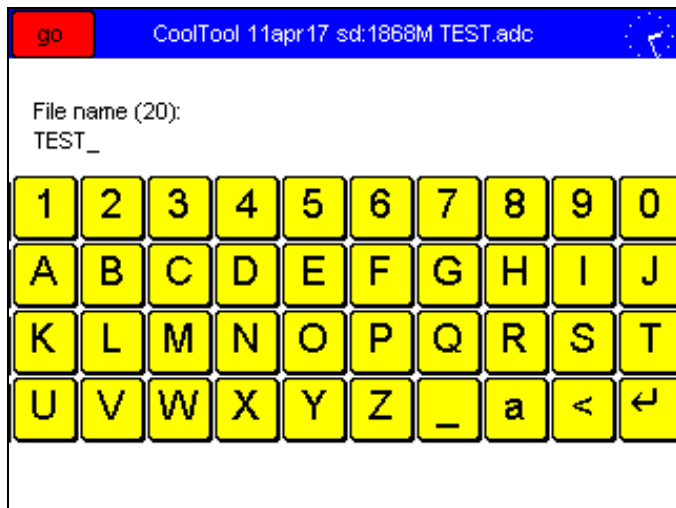

Bild 1.1
Ein Alphanumerisches Tastenfeld erscheint auf dem Display. *Bild 1.1*
2. Eine Umschaltung zwischen Klein- und Grosschreibung erfolgt mit „a“-Button neben dem „←“-Button. *Bild 1.1*
3. Ein Dateiname ist vorgegeben; diesen mit dem „←“-Button löschen, neuen Namen eingeben und mit „↵“-Button bestätigen. *Bild 1.1*